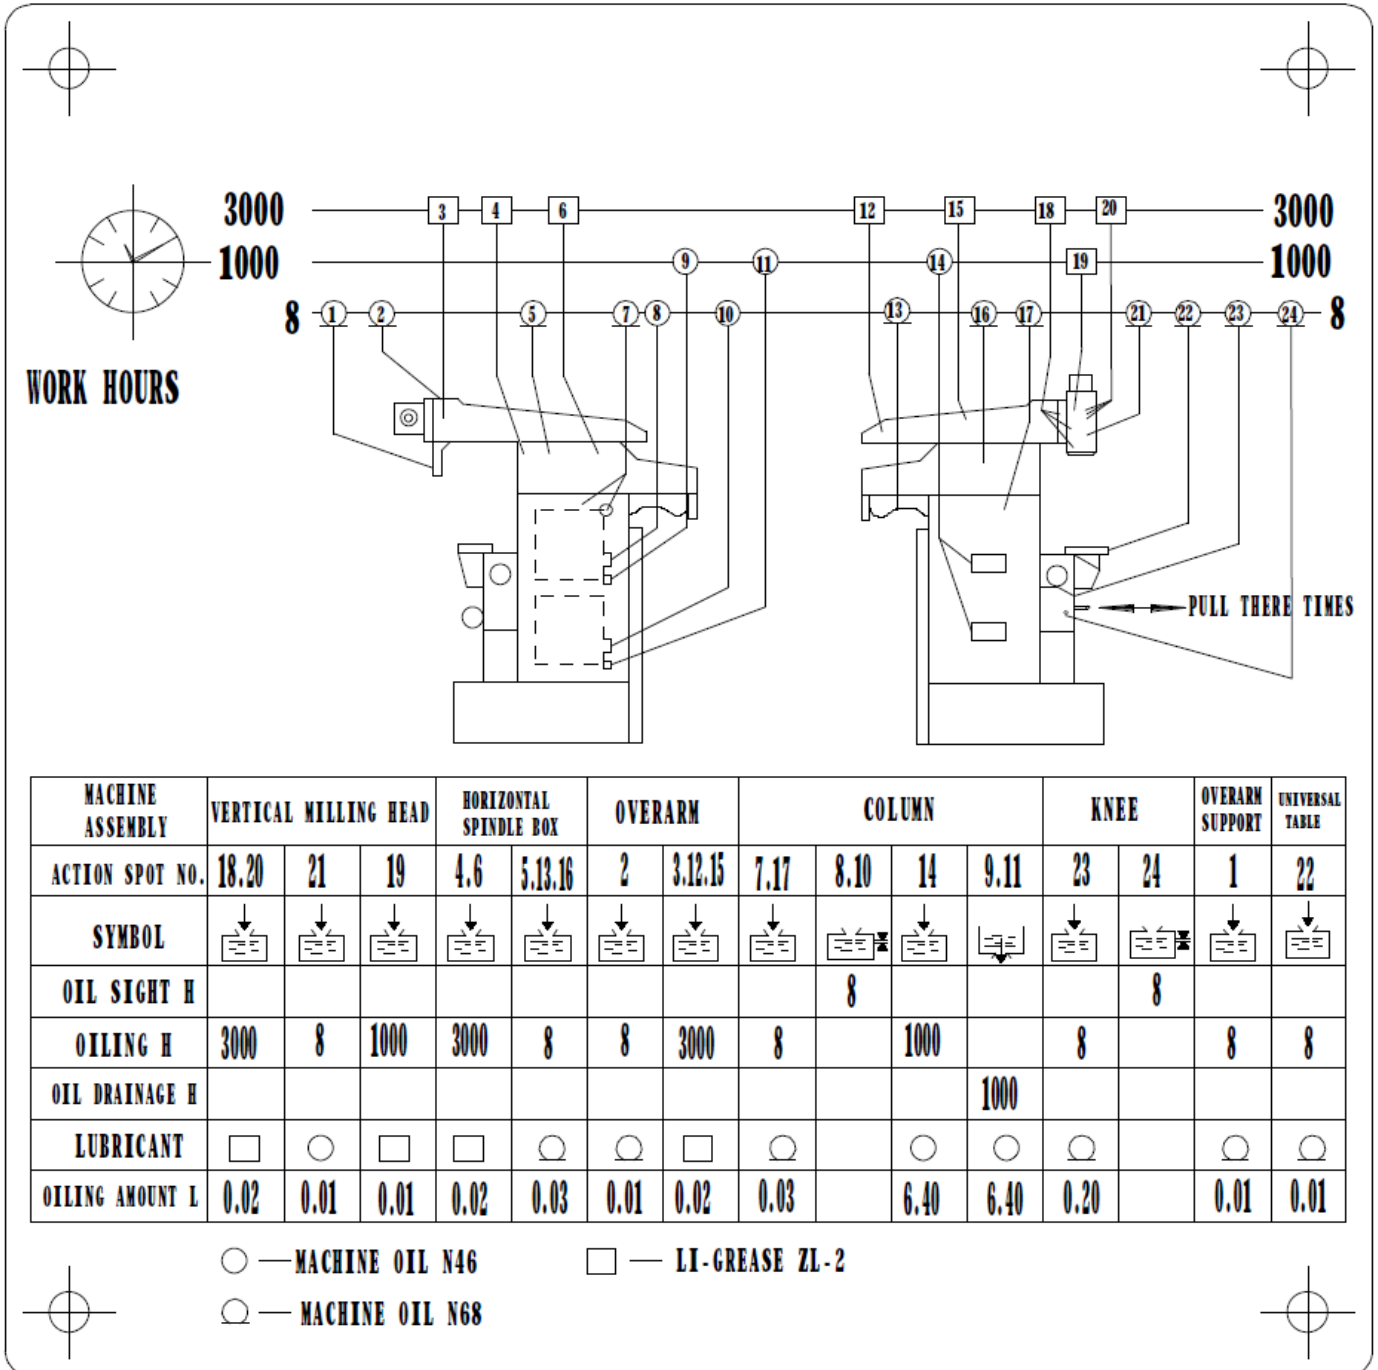

Рис.9 Схема смазки
7. Смазка (См. Рис. 9)
движения смазываются вручную. (Требования к смазке см. в рис. 9) Остальные роликовые подшипники заполнены густой смазкой ZL-2. Схема смазки размещена на левой стороне стойки станка.